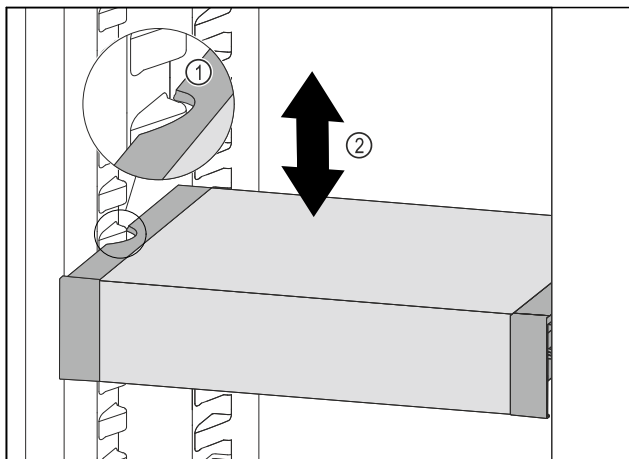

Fig. 123
- ▶ Trekk VarioSafe forover, til utsparingene på sidene av VarioSafe er på nivå med rillene i kjøleskapet. Fig. 123 (1)
- ▶ Flytt VarioSafe oppover eller nedover i kjøleskapet, til ønsket høyde er nådd. Fig. 123 (2)